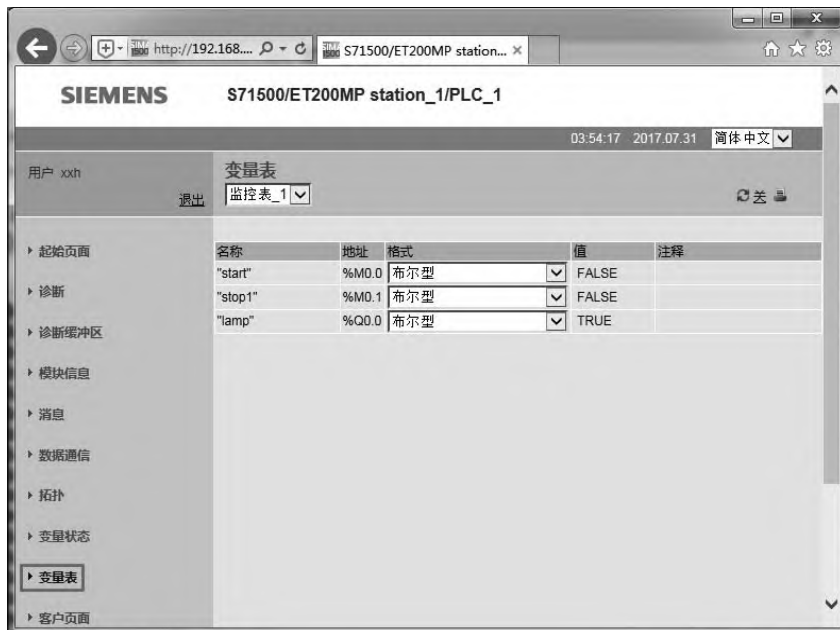

图 10-17 SIMATIC S7-1500 Web 服务器的变量表
e. 单击“变量表”，如图 10-17 所示，可以查看 CPU 的变量表，从此图中可以查看到程序中变量的状态。